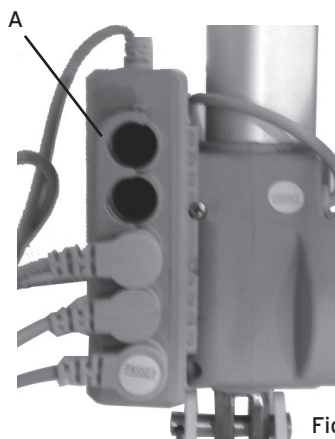

Fig. 4
- Bloquear los conectores de la centralita con el sujetador de plástico Ref.A, Fig.4